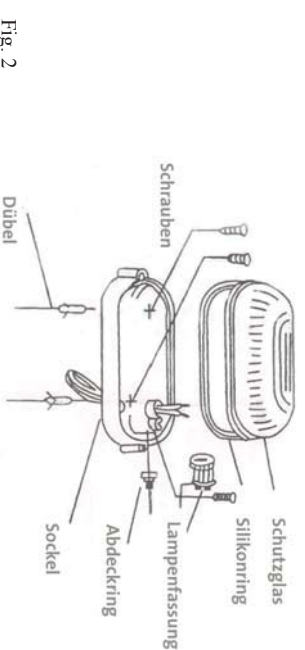

Fig. 2
2. Pase el cable de conexión por el canal guía para cables de la carcasa de la luminaria (fig. 2).